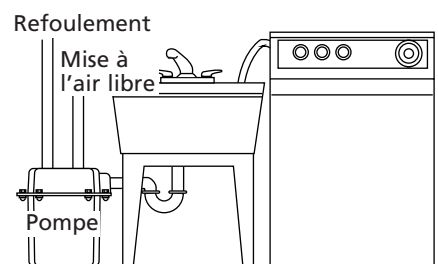

**Figure 8 – Installation type pour évacuer les condensats des climatiseurs ou l'eau des déshumidificateurs**
1. Brancher le tuyau d'arrivée dans l'ouverture, comme il est illustré. Appliquer du composé résistant aux variations de température (RTV) ou du Plasto-Joint Stik\* sur les filets pour les rendre étanches. Se reporter aux Figures 8, 9 et 10 des pages 4 et 5 pour les installations types du système.